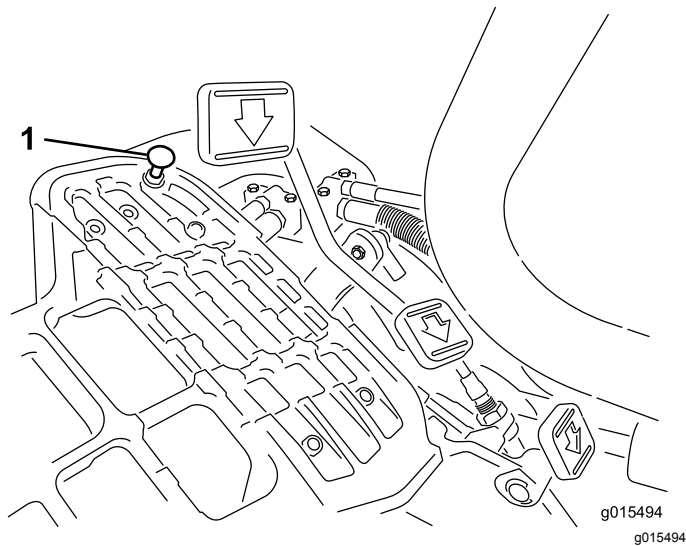

Figure 38
Pour obtenir la vitesse de transport maximale, placez le sélecteur de fonction en position de TRANSPORT et appuyez sur la pédale de déplacement. Si la pédale touche la butée (Figure 38) avant que la tension soit ressentie sur le câble, procédez comme suit :
1. Placez le sélecteur de fonction à la position de TRANSPORT et desserrez le contre-écrou de fixation de la butée au plancher (Figure 38).